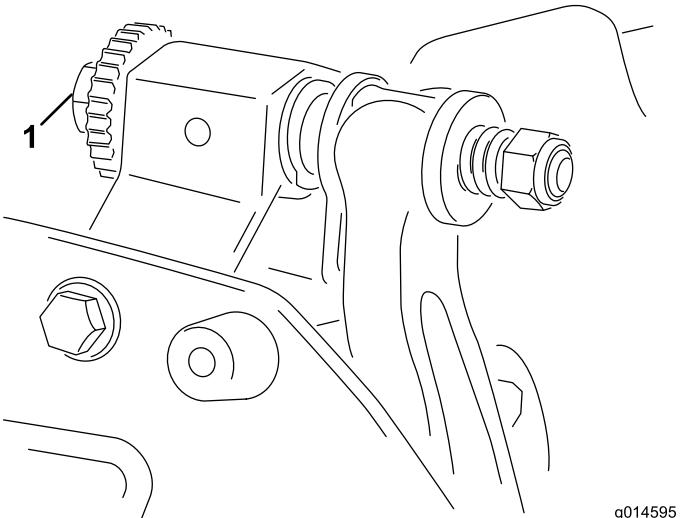

Figure 9
2. Écrou de vis de réglage de contre-lame (2)
- Si vous ne remarquez pas de contact, tournez les vis de réglage de la barre d'appui dans le sens horaire (Figure 9), un cran à la fois, jusqu'à ce que vous sentiez et entendiez un léger contact.
6. Tournez la vis de réglage droite de la barre d'appui (Figure 9) jusqu'à ce que vous sentiez une légère pression sur la cale lorsque vous la faites glisser d'un côté à l'autre. Enlevez la cale.